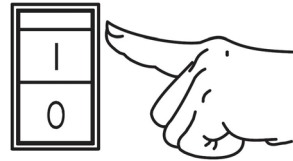

Рис. 13 Выключатель зажигания
4. Переведите выключатель зажигания в положение «I» (Включено) (Рис. 13).